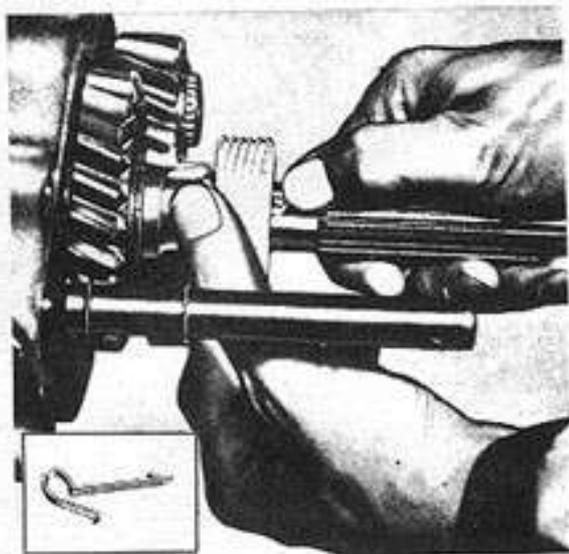

Fig. 9 - Extracción del engranaje sinfín de accionamiento del cable del velocímetro
6. Sacar el engranaje sinfín de accionamiento del cable del velocímetro. Para ello comprimir para abajo el resorte de traba (Fig. 9).